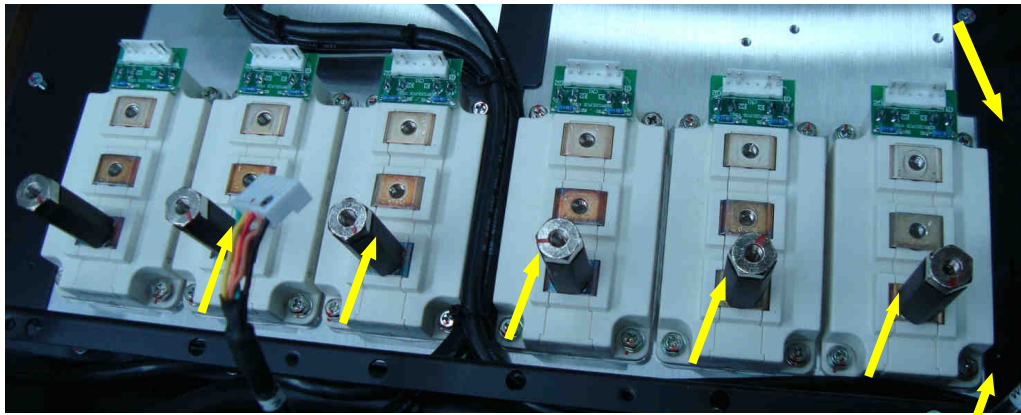

Рис. 7.5.
7.2.5. Протереть радиатор в месте установки модуля салфеткой, смоченной СБС. Установить модуль IGBT, совместив крепежные отверстия модуля с резьбовыми отверстиями радиатора, и слегка притереть к радиатору. Вкрутить четыре винта крепления каждого модуля IGBT и шестигранные стойки (рис. 7.5).